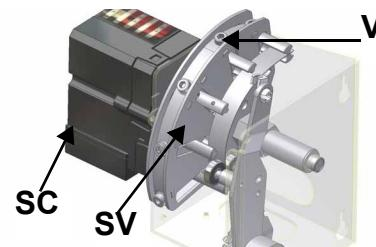

Рис. 28
- 11 в режиме большого пламени и с сервоприводом в положении 90° найти винт V варьируемого сектора SV (Рис. 28), соответствующий подшипникам, которые скользят по пластинке и соответствуют положению сервопривода
Примечание: Если необходимо изменить мощность горелки в режиме малого пламени, необходимо воздействовать напрямую на соответствующий кулачок сервопривода (см. следующий параграф). После этой операции проверить расход газа и анализы уходящих газов через штуцеры по отбору давления. При недостатке или избытке воздуха воздействовать на винты V варьируемого сектора (Рис. 28) в соответствии с точкой регулирования воздуха в режиме малого пламени (откручивая - расход увеличивается, закручивая - расход уменьшается).